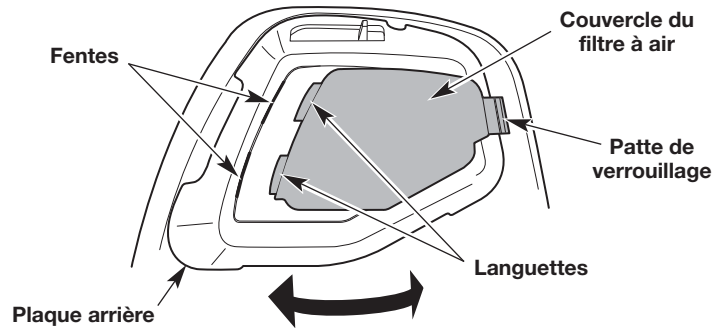

Fig. 31
1. Ouvrez le couvercle du filtre à air : appuyez sur la languette de verrouillage et faites pivoter le couvercle du filtre à air vers la gauche (Fig. 31).
7. Fermez le couvercle du filtre à air : insérez les languettes du couvercle du filtre à air dans les fentes de la plaque arrière. Faites pivoter le couvercle du filtre à air vers la droite et appuyez pour le fermer jusqu'à ce que le bouton de verrouillage s'enclenche (Fig. 31).